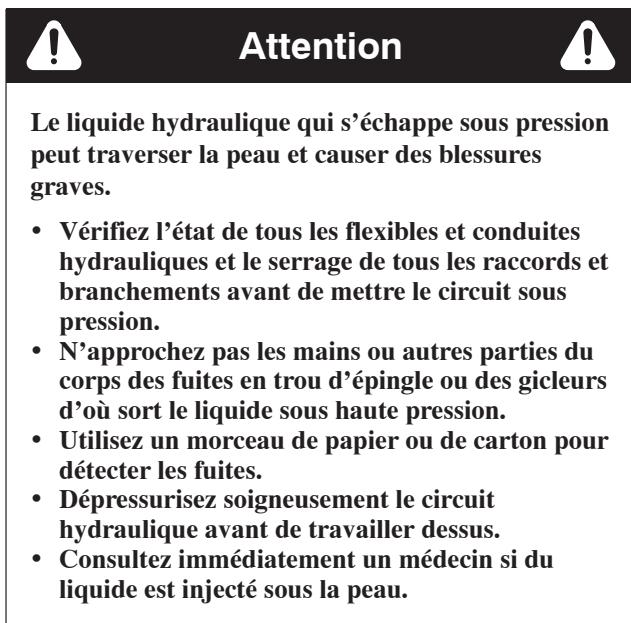

Figure 49
1. Placez un bac de vidange sous le filtre et déposez le filtre (Fig. 49).